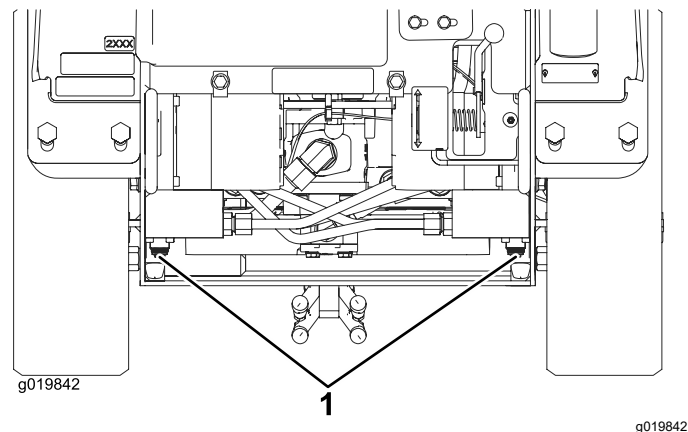

Figura 21
4. Usando una llave inglesa, gire las válvulas de remolcado de las bombas hidráulicas dos vueltas en el sentido contrario a las agujas del reloj (Figura 21).